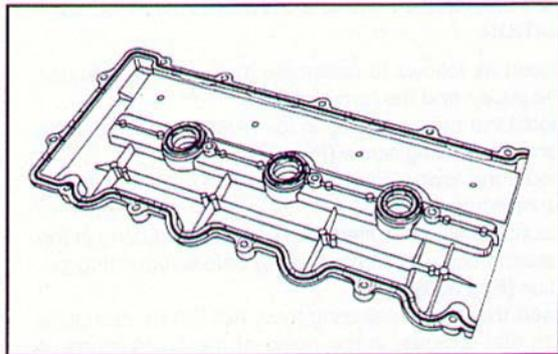

Fig. 326 ▲
- sistemare sul coperchio superiore testa cilindri gli OR e la guarnizione, mantenendoli fermi con un po' di grasso (**Fig. 326**);
- put the O-rings and gasket on the cylinder head upper cover, using a little grease to keep them steady (**Fig. 326**);